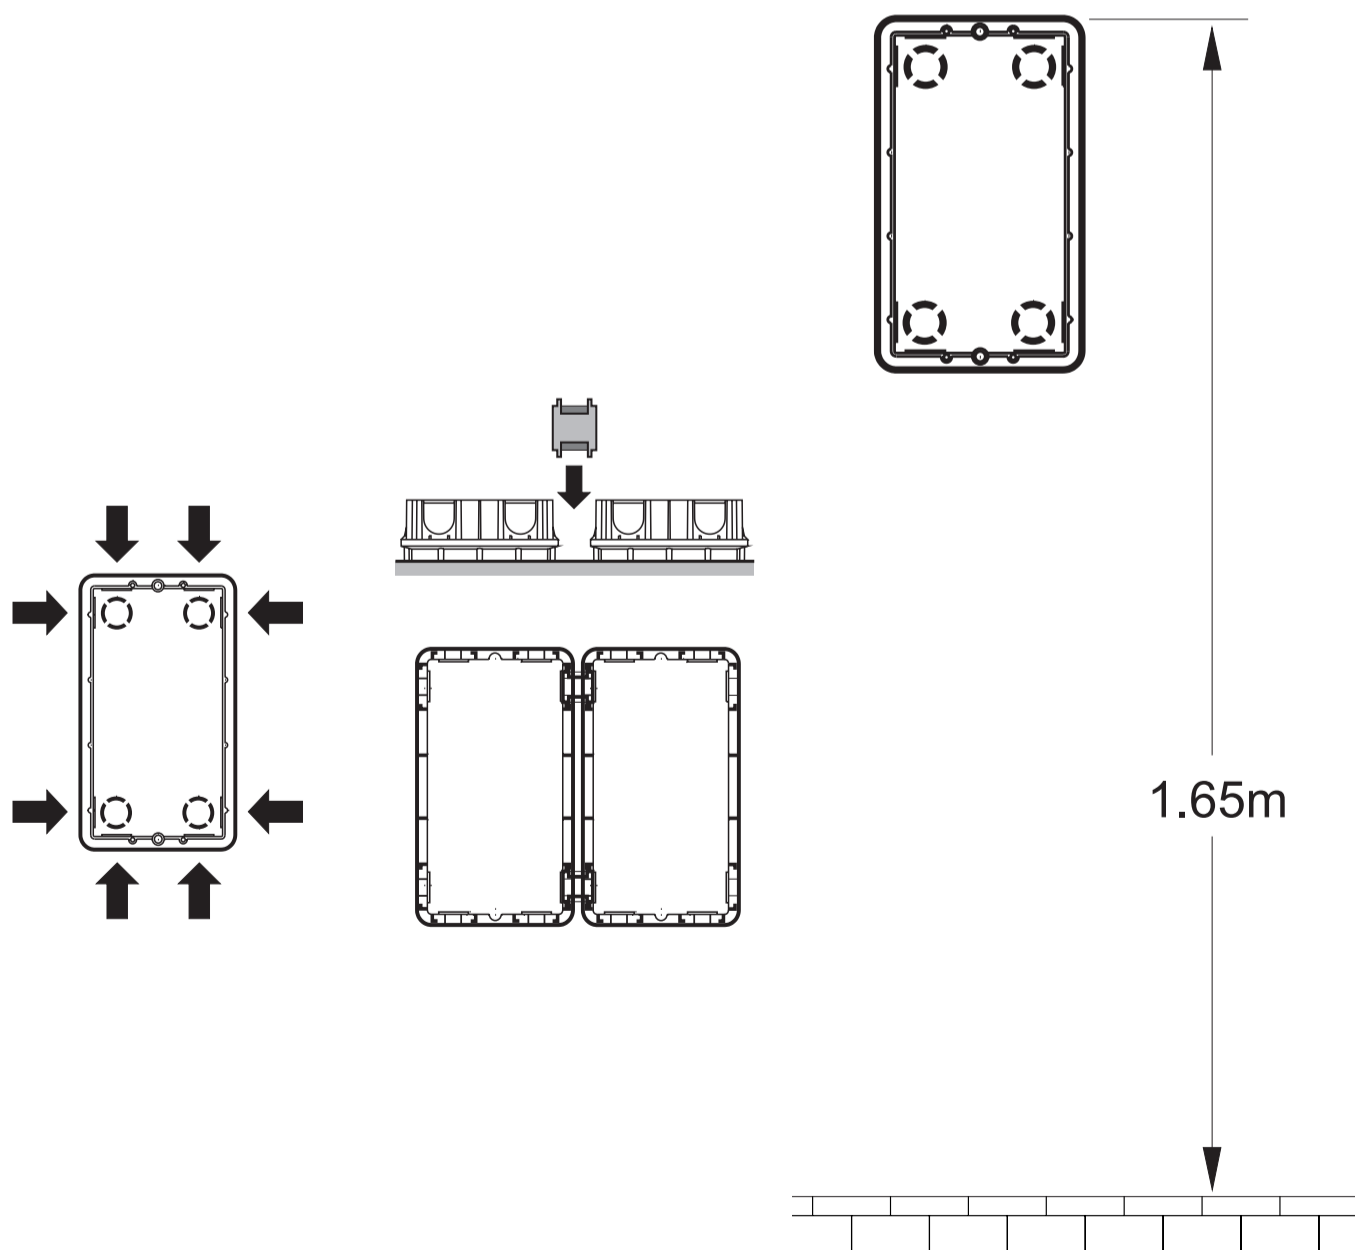

Fig.1
- fix the recess box into the wall as shown in figure 1.
- murer la boîte d'encastrement comme sur la figure 1.
- Das Gehäuse einmauern (siehe Abbildung 1).
Fig. ● Abb.1